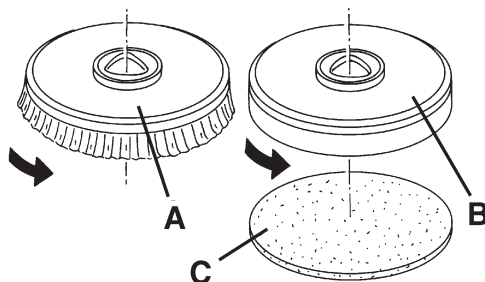

Figure 1
1. Débrancher le câble d'alimentation (3) du réseau électrique.
2. Positionner la brosse (A, Fig. 1) ou le plateau support disque (B) sous la tête (14).
3. Baisser la tête sur la brosse / plateau support disque en appuyant sur la pédale (8).
4. Brancher le câble d'alimentation (3) au réseau électrique.
5. Appuyer sur le bouton-poussoir (51) pour démarrer la machine et activer les composants auxiliaires.
6. Appuyer sur au moins un des boutons-poussoirs (55) pour permettre l'engagement de la brosse ou du plateau support disque.